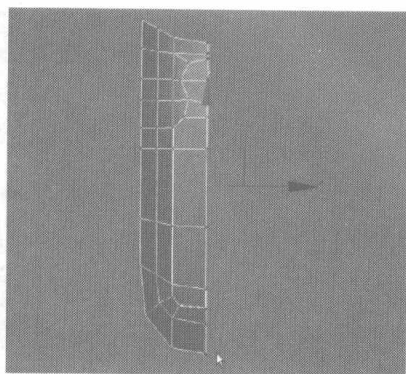
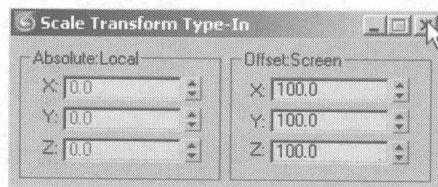

图 3.69
图 3.70
- 06** 在 Front 视图中框选如图 3.69 所示的节点, 在  按钮上单击右键, 在弹出的对话框中设置缩放参数, 如图 3.70 所示。